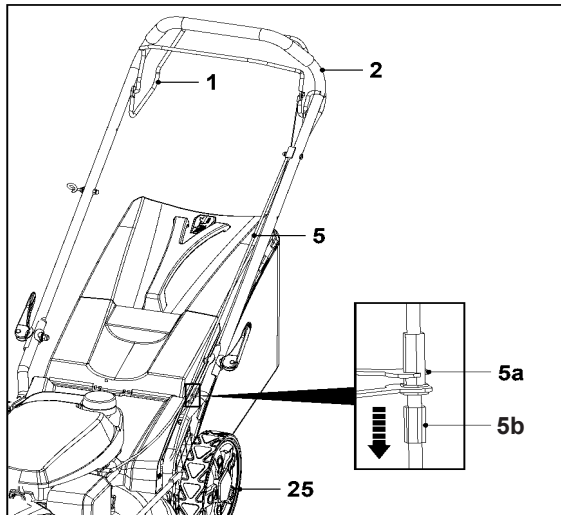

Рис. 34
Если задние колеса (25) при нажатии рычага включения самоходного режима (1) не вращаются, возможно, следует отрегулировать трос рычага включения самоходного режима (5) (рис. 34).